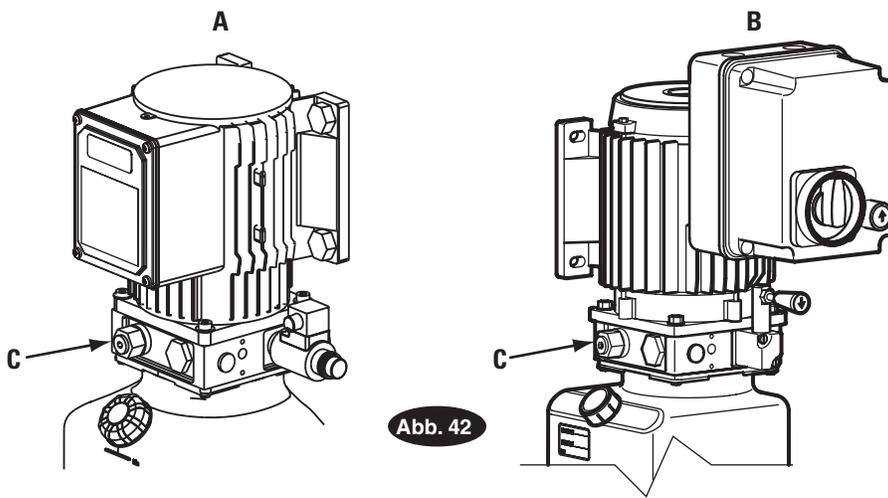

Abb. 42 Detail
**42. Überprüfen des Drucks (Alle Modelle):** Hydraulischen Druck an der bezeichneten Position in der Stromversorgungseinheit überprüfen (Abb.42). Maximaler Druckausgleich darf 20,48N/mm2 nicht überschreiten. Diese Ventile sind unverstellbar. Ventil ersetzen, wenn ein falsches Entlastungsventil eingesetzt ist.